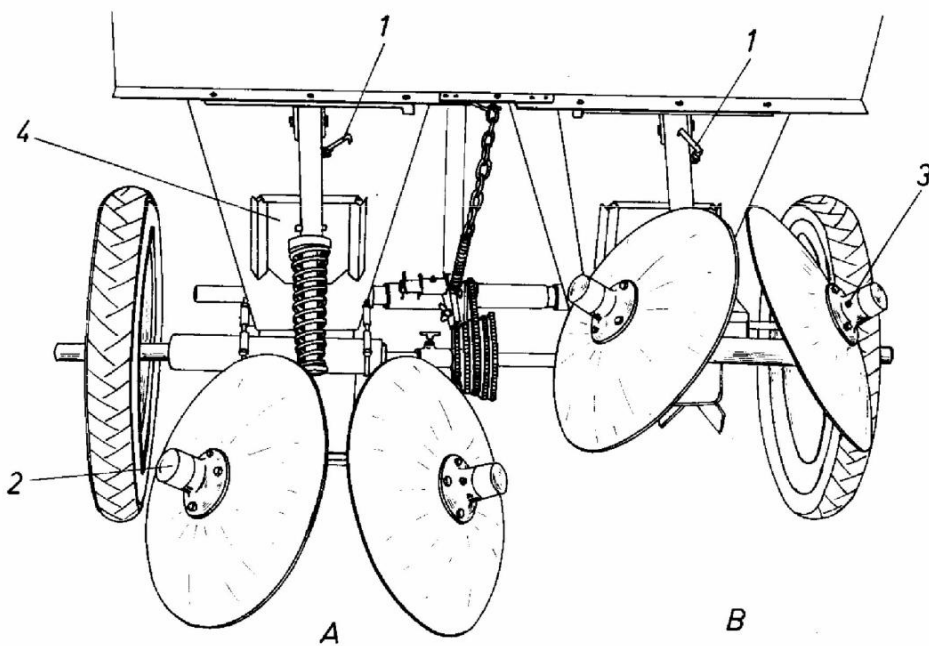

Abb. 14. Scheibenzustreicher
- der Verbindungsbuchse (6) in den Ösenöffnungen (7);
- des Federbolzens (8) in den Öffnungen der Gabel des Schwingarmes (9);
- des unteren Federkelchs (10) auf dem Bolzen (8) nach der Verstellung des Splints in Bolzenöffnungen.
Während der Arbeit soll der Knebel (12) aus der Buchsenöffnung (6) und der Bolzen – aus der Buchse (Abb.14 linke Seite) herausgezogen werden. Während des Transports sowie der Legeprobe in offene Furchen soll der Knebel den Bolzen sperren (Feder zusammengedrückt) – rechte Seite der Abb. 14.
- die Legemaschine leer machen durch Entfernung der Schieber (4, Abb.14) aus den Auspflanzkammern sowie durch manuelles Drehen der Laufräder der Legemaschine nach ihrer Hebung auf die Dreipunktaufhängung des Schleppers,